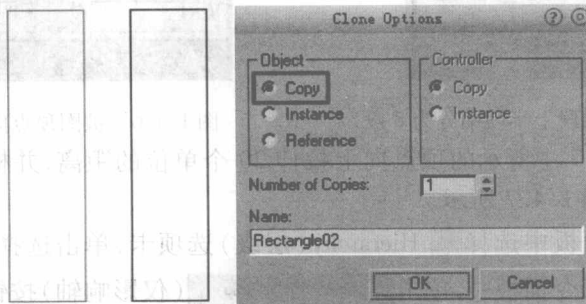

图 1.4.2 复制矩形
(1) 打开 C:\3DMAXTK\SCENES\ONE-4. MAX 文件, 选择工作窗口中的 Front 前视图, 单击右下角的最大化显示按钮 , 将整个工作区定为前视图。
(2) 选中工作区的矩形, 先按住 Shift 键, 再按住鼠标左键不松, 拖曳鼠标, 弹出 Clone Option 克隆对话框, 如图 1.4.2 所示, 此时选择 Copy 选项, 将场景中复制一个矩形, 命名为 “Rectangle02”。